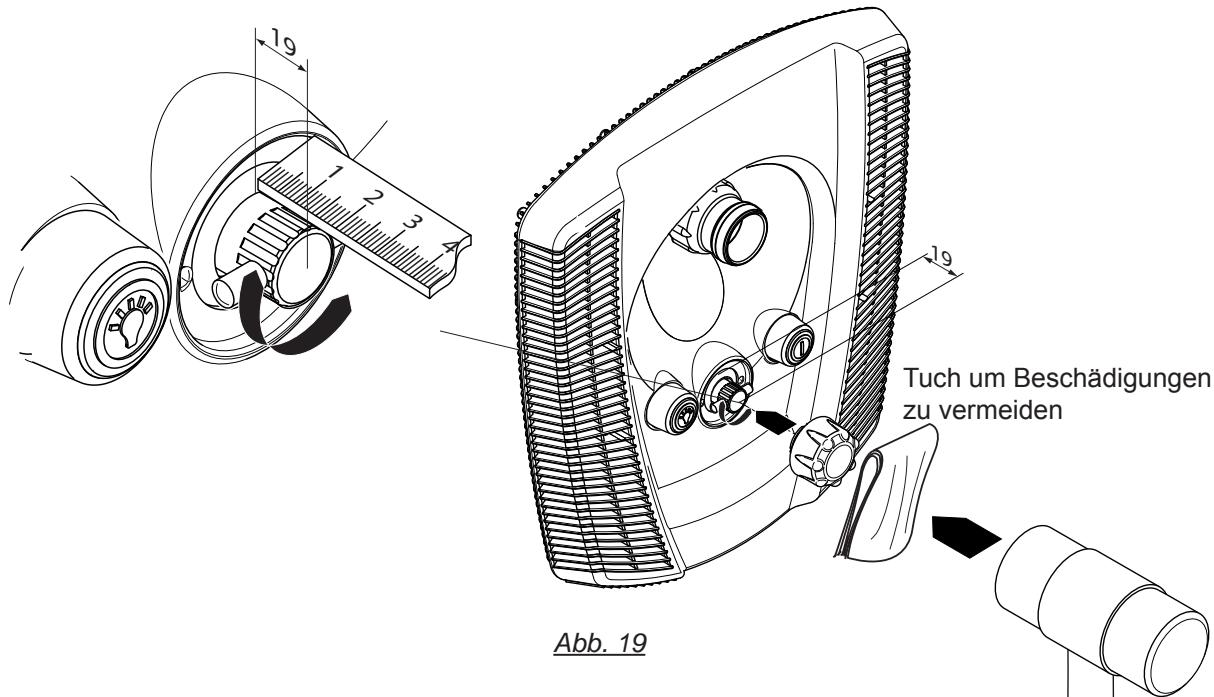

Abb. 19
9. Kappe für die Luftregulierung montieren. (Abb.19)
10. Die Jet-Pumpe (92) mit der halben Verschraubung (98, 99, 100), dem Gummiwinkel (79) und den dazu gehörigen Klemmen (75) saug- und druckseitig am Einbaugehäuse anschließen.